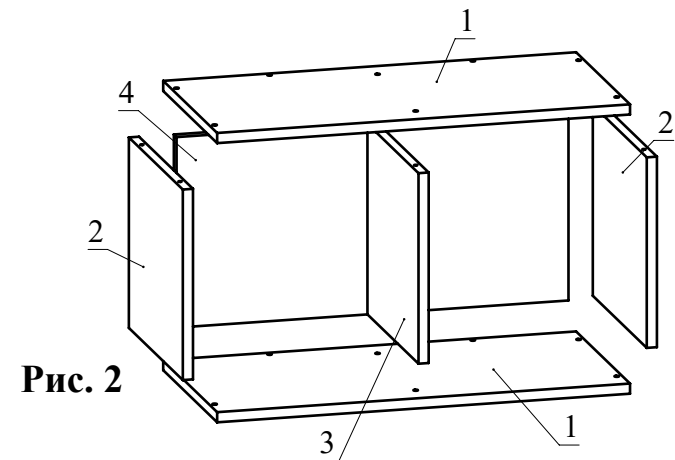

Рис. 2
2. Соедините при помощи конфирматов детали 1, 2, 3, 4 (Рис. 2). Установите заглушки конфирматов.